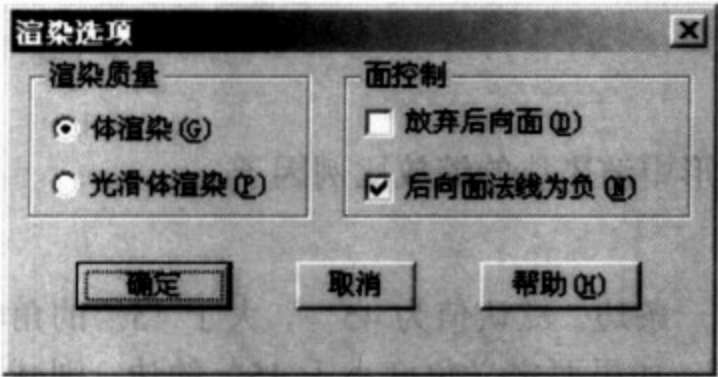
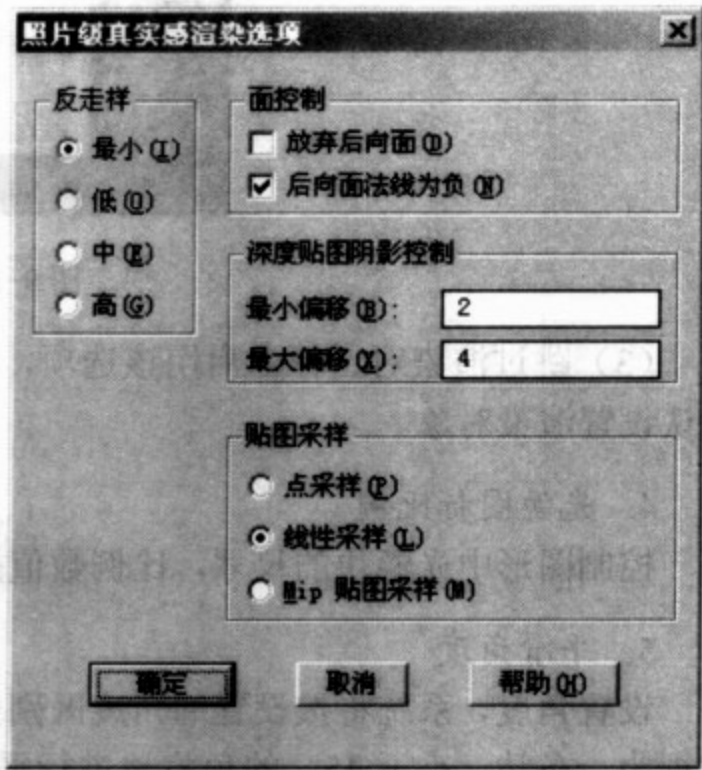
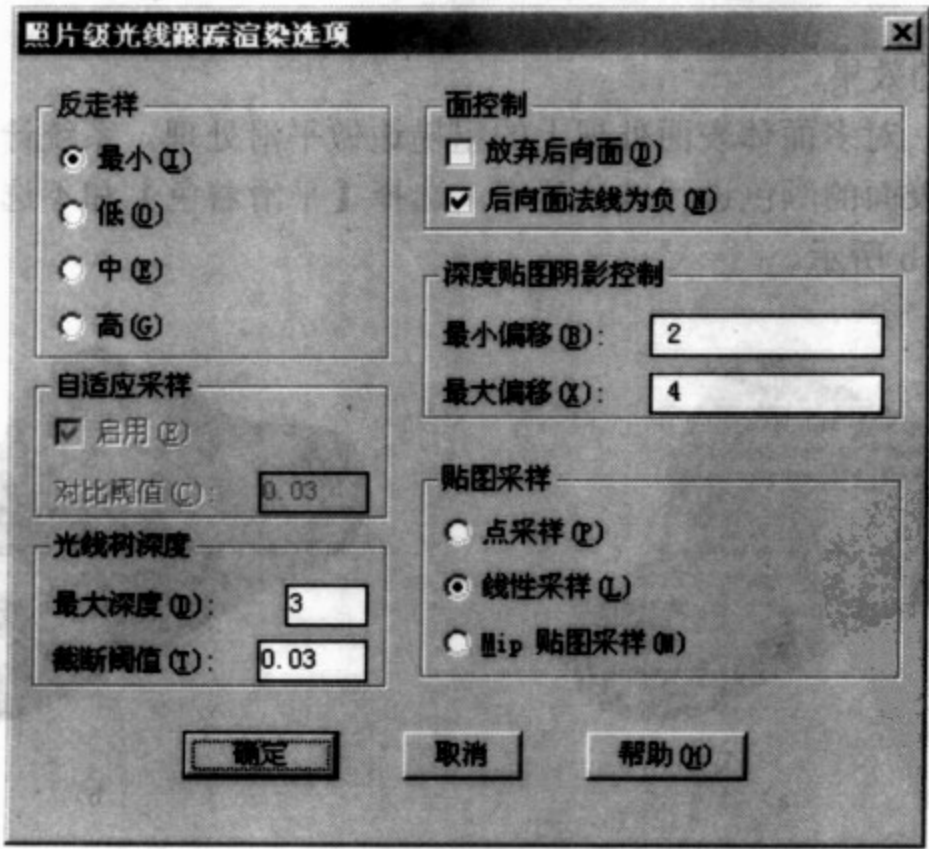

图 9-15 【渲染选项】对话框
图 9-16 【照片级真实感渲染选项】对话框
图 9-17 【照片级光线跟踪渲染选项】对话框
(4) 渲染高速缓存。是否将渲染信息写入硬盘高速缓存文件中。
(5) 其他选项。设置渲染的其他选项。单击该按钮，弹出相应的对话框，对话框的内容取决于渲染类型的选择。图 9-15 所示为【渲染选项】对话框，图 9-16 所示为【照片级真实感渲染选项】对话框，图 9-17 所示为【照片级光线跟踪渲染选项】对话框。